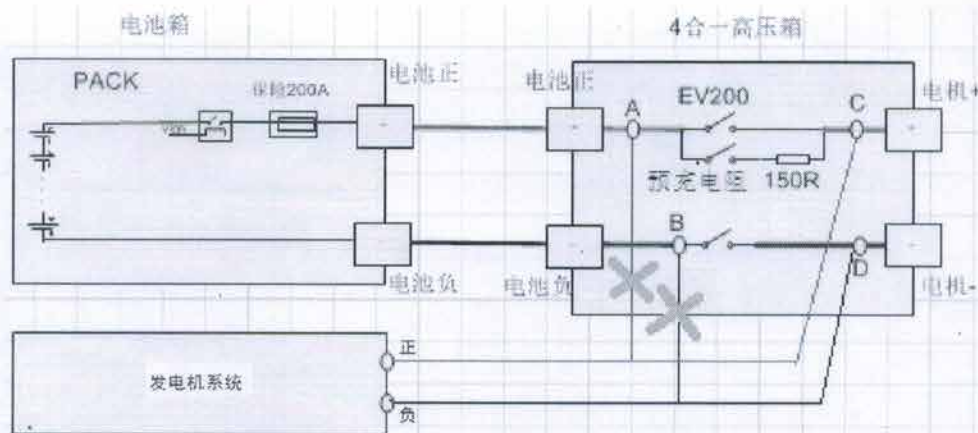

图 4：高压直流动力线束连接示意图
- ◇ 高压接线时，首先确定高压配电箱中驱动电机动力线的接入点。将发电机高压直流输出正负极端子分别连接至高压配电箱中驱动电机直流正负极接线柱上（接到预充回路的后面，确保预充电功能，如下图 4 所示）；发电机控制器自身不带预充电电路。如客户端用于无动力电池场景，则不需要预充电路。